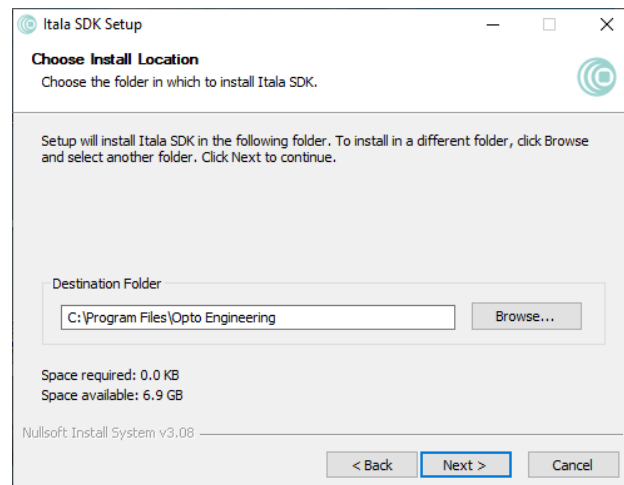

Figure 24: Finestra della cartella di destinazione di Itala SDK.
4. Scegliere la cartella di destinazione (Fig.24).